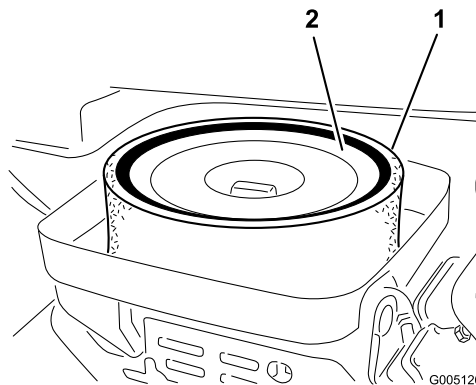

Figure 33
3. Si l'élément en mousse est encrassé, sortez-le de l'élément en papier (Figure 33). Nettoyez-le soigneusement comme suit :